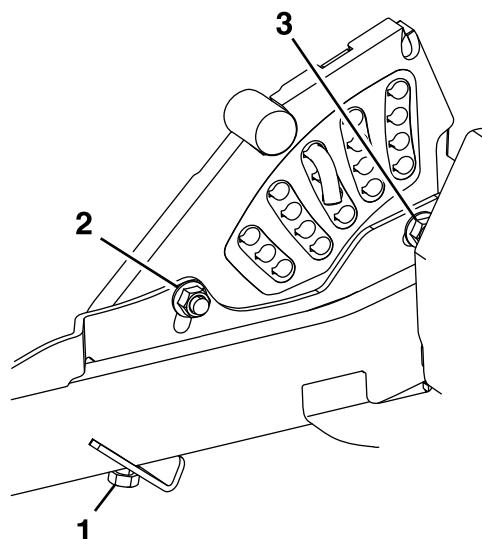

Figure 80
7. Si le tablier est trop bas, serrez le boulon de réglage monopoint dans le sens horaire (Figure 80).